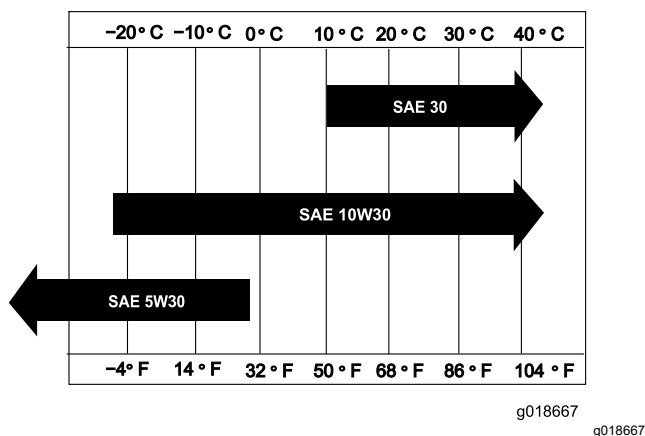

Figura 27
**Viscosidade:** selecione a viscosidade do óleo de acordo com a temperatura ambiente; consulte Figura 27.